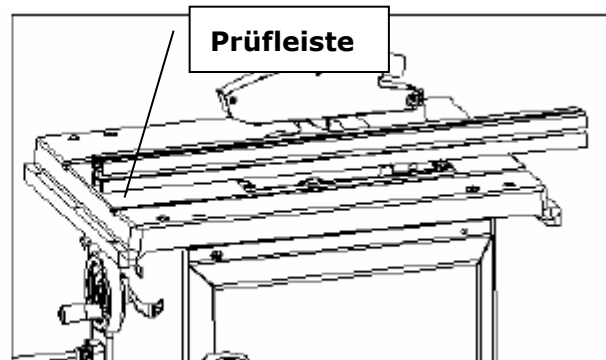

Abb. 7
- Prüfen Sie mit einer Prüfleiste, ob der Spaltkeil parallel zum Sägeblatt ist. (Abb. 7)